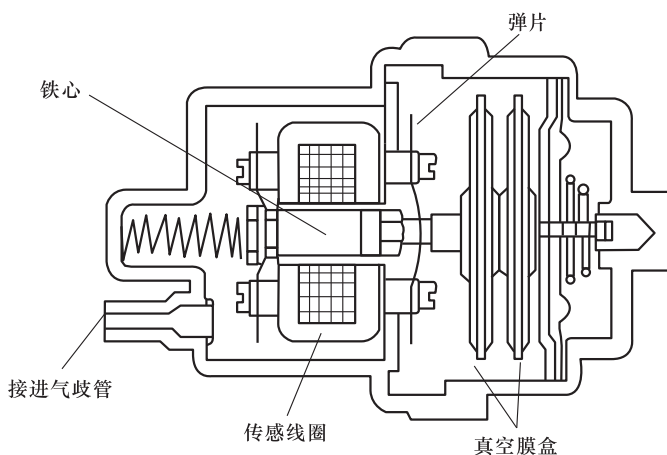

图 3-22 真空膜盒差动变压器式进气压力传感器的结构
1) 结构与原理。真空膜盒差动变压器式进气压力传感器主要由膜盒、铁心、传感线圈、弹片以及电路组成,如图 3-22 所示。